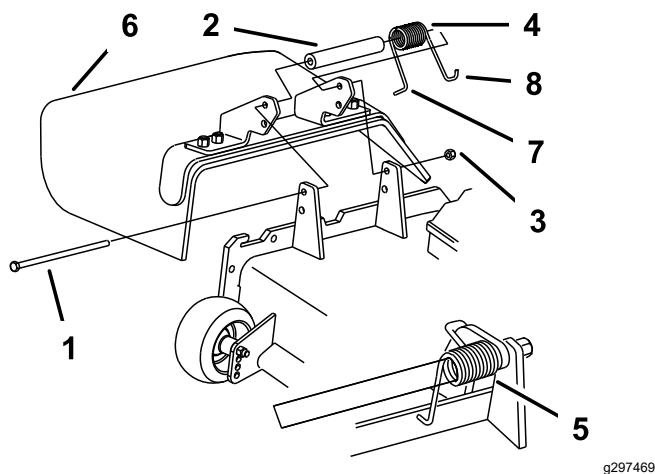

Figura 30
2. Togliete il dado di bloccaggio, il bullone, la molla e il distanziale che fissano il deflettore alle staffe orientabili del tosaerba (Figura 30). Togliete il deflettore di sfalcio se è danneggiato o consumato.
Nota: Assicuratevi che l'estremità a L della molla sia montata dietro il bordo dell'apparato di taglio prima di montare il bullone, come illustrato nella Figura 30.
4. Montate il bullone e il dado. Infilate l'estremità a J della molla attorno al deflettore di sfalcio (Figura 30).